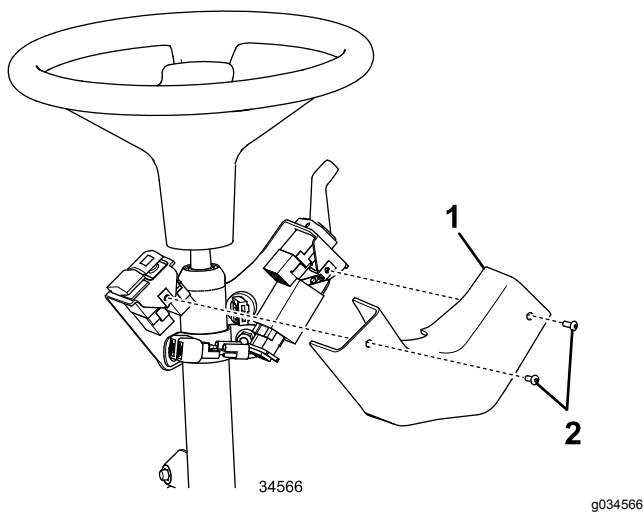

Figura 23
10. Instale la cubierta sobre el conjunto del soporte de la columna con 2 tornillos allen de cabeza de botón, según se muestra en Figura 23